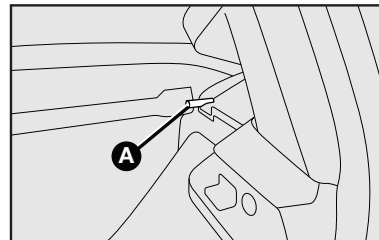

fig. 107
2) Suelte los pernos **A-fig. 107** de la repisa trasera de sus propios alojamientos y luego quítela.